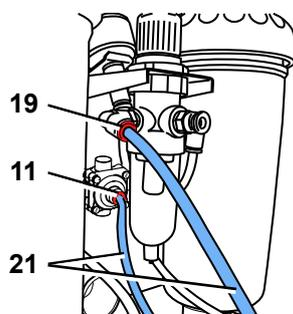

Fig. 2
Für Hinweise auf Bedienelemente siehe Fig. 1 und Fig. 2 auf Seite 2 dieses Dokuments.
For information on operating elements, see Fig. 1 and Fig. 2 on page 2 of this document.
**i** Pour les renseignements sur les éléments de commande, voir Fig. 1 et Fig. 2 à la page 2 de ce document.
**i** Per informazioni sugli elementi di comando, vedere Fig. 1 e Fig. 2 a pagina 2 del presente documento.
**i** Para mayor información sobre los elementos de mando, véase Fig. 1 y Fig. 2 de la página 2 de este documento.
**i** Para informações sobre os elementos de comando ver Fig. 1 e Fig. 2 na página 2 desse documento.
Информация об элементах управления, см. рис. 1 и рис. 2 на странице 2 данного документа.